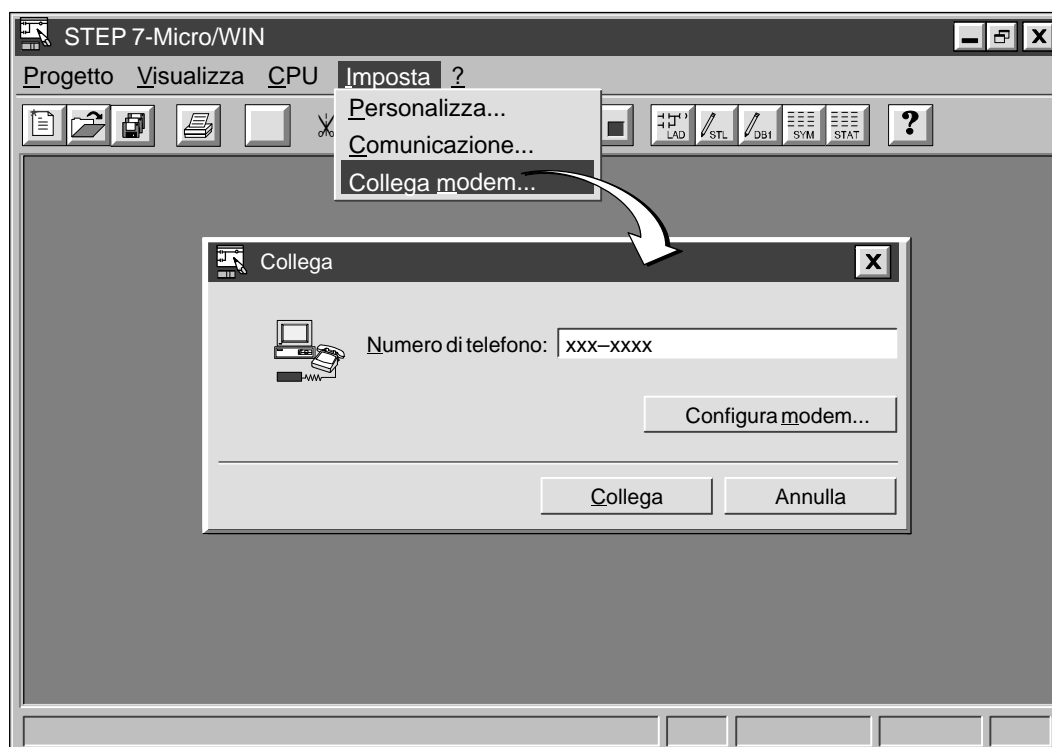

Figura 3-18 Finestra di dialogo Collega
23. Per collegare il modem, selezionare il comando di menu **Imposta** **Collega modem...**. Compare la finestra di dialogo Collega. Vedere la figura 3-18.